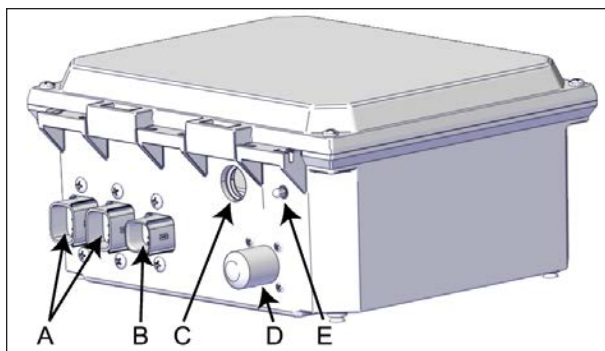

FIGURE 84: BOÎTE DE COMMANDE
3. Brancher d'abord les harnais des deux vérins motorisés à la boîte de commande à c.a., voir Figure 84. Utiliser les fils qui ont été branchés à la Figure 8 dans la section de l'installation des vérins. Placer les longueurs de fil excédentaires aussi proches que possible du spa pour les cacher et les protéger.
4. Déballer l'interrupteur à clé et brancher le harnais dans la boîte de commande à c.a., item B dans la Figure 84.